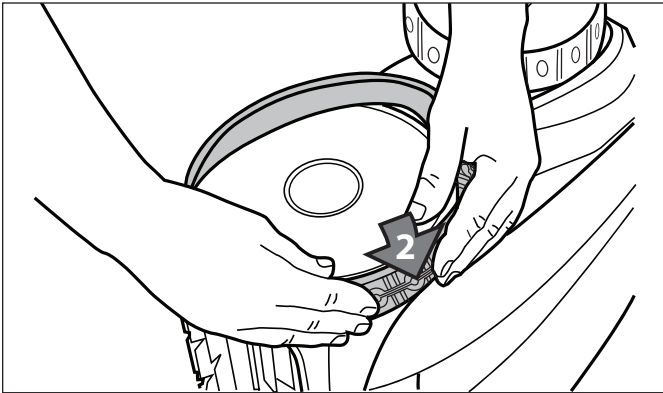

Figure 39. Commencer par un côté du pneu
4. Pousser un côté du pneu dans la roue et mettre la nervure du pneu dans la rainure de la roue, comme illustré à la Figure 39.